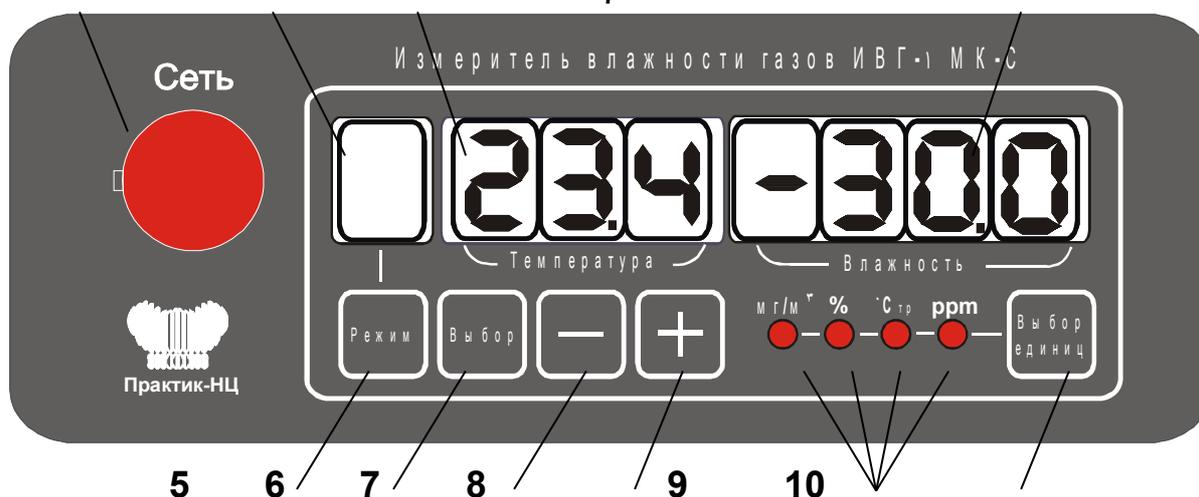

Рис. 1. Элементы управления и индикации на передней панели прибора.
**3.2.5.** На передней панели блока измерения размещаются следующие элементы управления и индикации (Рис.1):